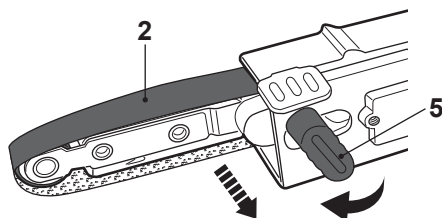

Fig. 4
- > Asegúrese de que el interruptor de encendido/apagado (2) esté en la posición apagado. Después, conecte la clavija a una toma de alimentación adecuada.
- > Sujete el producto firmemente, presione el interruptor de encendido/apagado (2) y suéltelo. La banda lijadora girará por un corto espacio de tiempo para poder verificar si está bien colocada.
- > Mientras la banda lijadora está en movimiento, ajuste la perilla de reglaje del curso de la banda (7) para alinear la banda lijadora con el centro de los rodillos (1 y 6).
- > Gire la perilla de reglaje del curso de la banda (5) en sentido horario para ajustar la banda lijadora (2) hacia la derecha (Fig. 4).